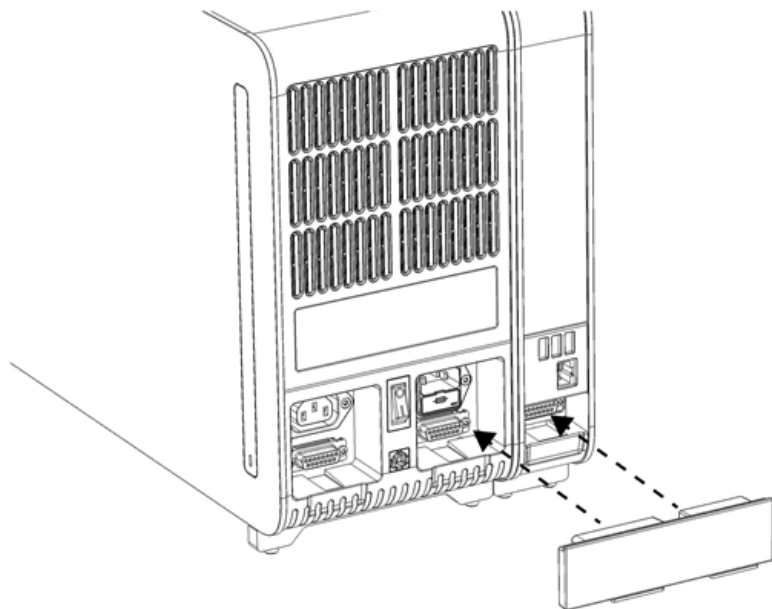

Figura 8. Conectarea punții modului analitic/operational.
5. Conectați puntea modul analitic/operational din spatele QIAstat-Dx Analyzer 2.0 pentru interconectarea modului operational cu cel analitic (Figura 8).